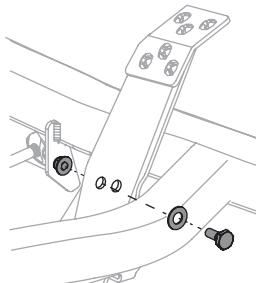

Figura 36
2. Retire el perno hexagonal, la arandela y la tuerca hexagonal cerca del centro del conjunto del pedal. Vea la Figura 36.
4. Vuelva a instalar el hardware que retiró anteriormente y apriete la tuerca a 28-35 pies-libras (38-47 N·m). Vea la Figura 36.